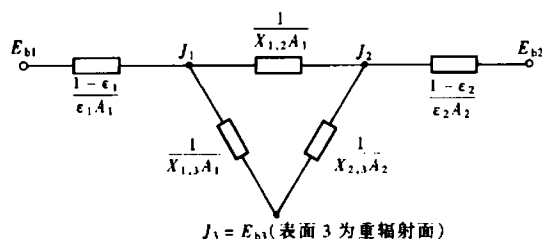

图 10-8 具有重辐射面的辐射等效网络图
4. 具有重辐射面的封闭腔辐射换热（与串并联电路解法类似）（如图 10-8）